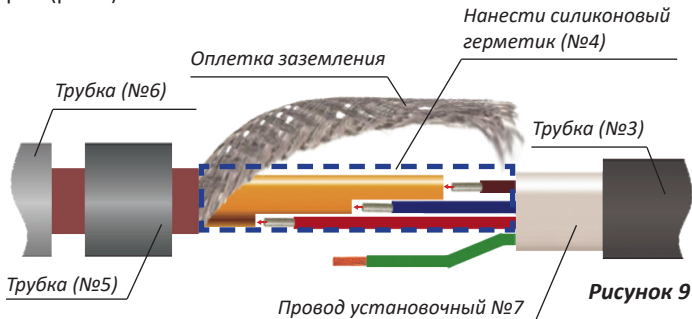

Рисунок 9
6.9. Выровнять соединённые концы нагревательного кабеля и установочного провода в одну линию, так чтобы гильзы оказались в продольном направлении. Вдавливая во все неровности и прорези внутри изоляции греющих жил, нанести герметик (№4), так, чтобы не оставалось места для воздушных пространств. Так же обильно промазать этим же герметиком изоляцию жил со всех сторон (рис.9).